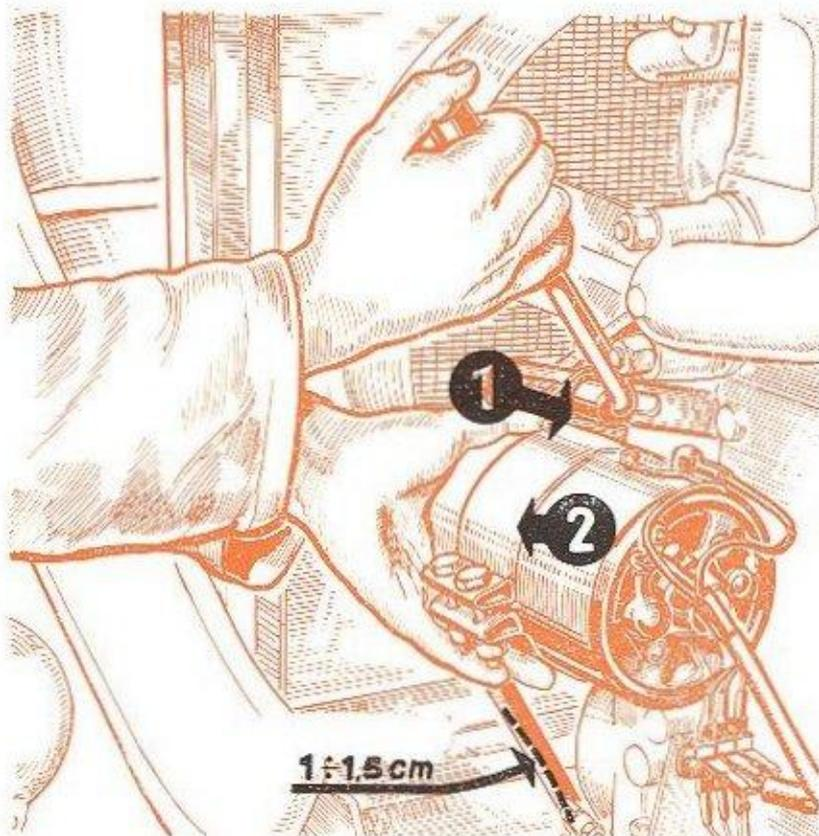

FIG. 29.
19 COURROIE DE COMMANDE DU VENTILATEUR ET DE LA DYNAMO (Fig. 29)
- desserrer l'écrou qui retient la dynamo à la glissière supérieure (rep. 1, fig. 29).
Dans ce cas, déplacer la dynamo sur son support après desserrage des deux boulons prévus à cet effet sur le collier (**rep. 2, fig. 29**).